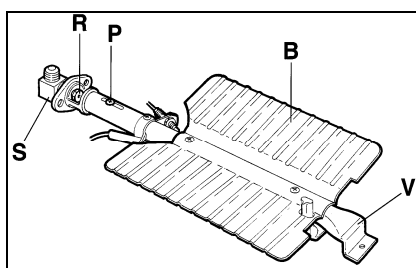

fig.15
2. Svitare la vite **V** e sfilare il bruciatore dal supporto facendo attenzione a non danneggiare la candela di accensione e la termocoppia (Fig. 15).